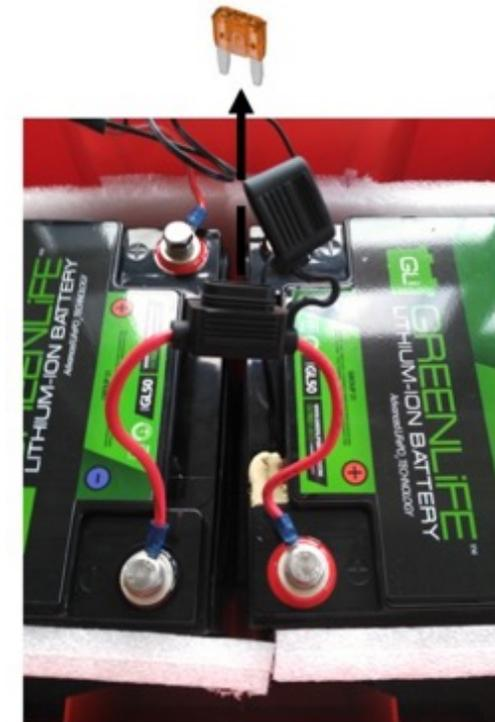

Figure 24: Retirer le fusible
5. Dévissez les deux vis aux bornes de la batterie et retirez le câble de la batterie. (Voir Figure 24)